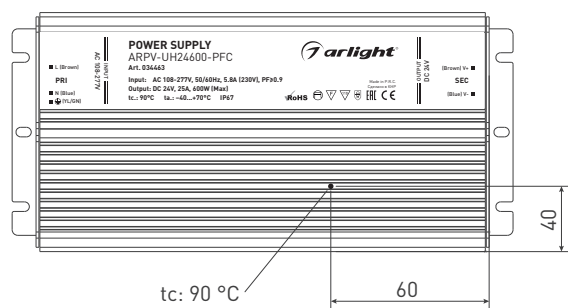

Рисунок 1. Расположение точки контроля температуры Tc
- 3.9. Проверьте температуру корпуса источника питания. Максимальная температура корпуса источника в установившемся режиме не должна превышать Tc (рисунок 1). Если температура корпуса выше, необходимо уменьшить нагрузку, обеспечить лучшую вентиляцию или использовать более мощный источник питания. В случае непрерывной работы блока питания при нагреве корпуса до температуры Tc гарантийный срок сокращается до 5 лет.